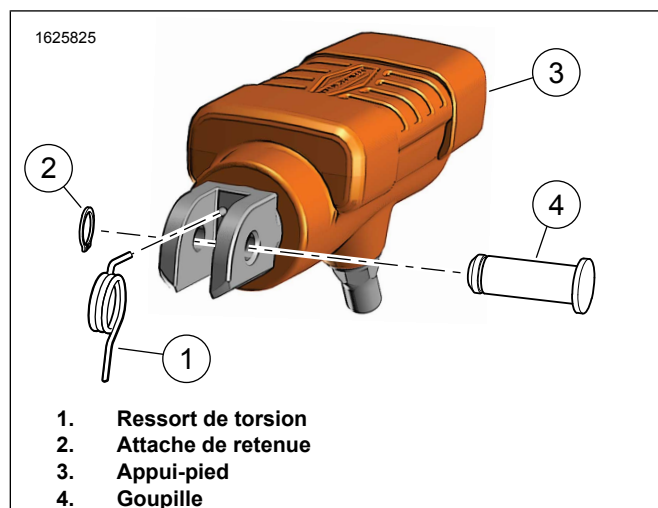

Figure 2. Installation du ressort de torsion du repose-pied pilote
- Figure 2 Retirer la broche (4) et l'attache de retenue (2). Conserver.
- Conserver toute la visserie, y compris le ressort de torsion (1), pour le montage sur les **nouveaux** repose-pieds (3).
- Insérer la branche courte du ressort de torsion (1) dans l'orifice du **nouveau** repose-pied (3).